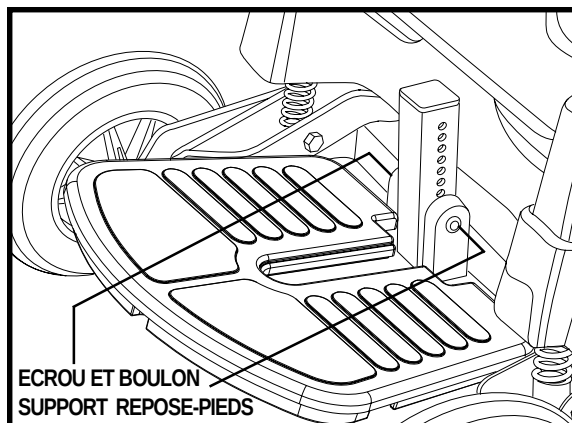

Figure 20. Hauteur du repose-pieds
1. Enlevez le boulon et l'écrou qui retiennent le repose-pieds. Voir la figure 20.